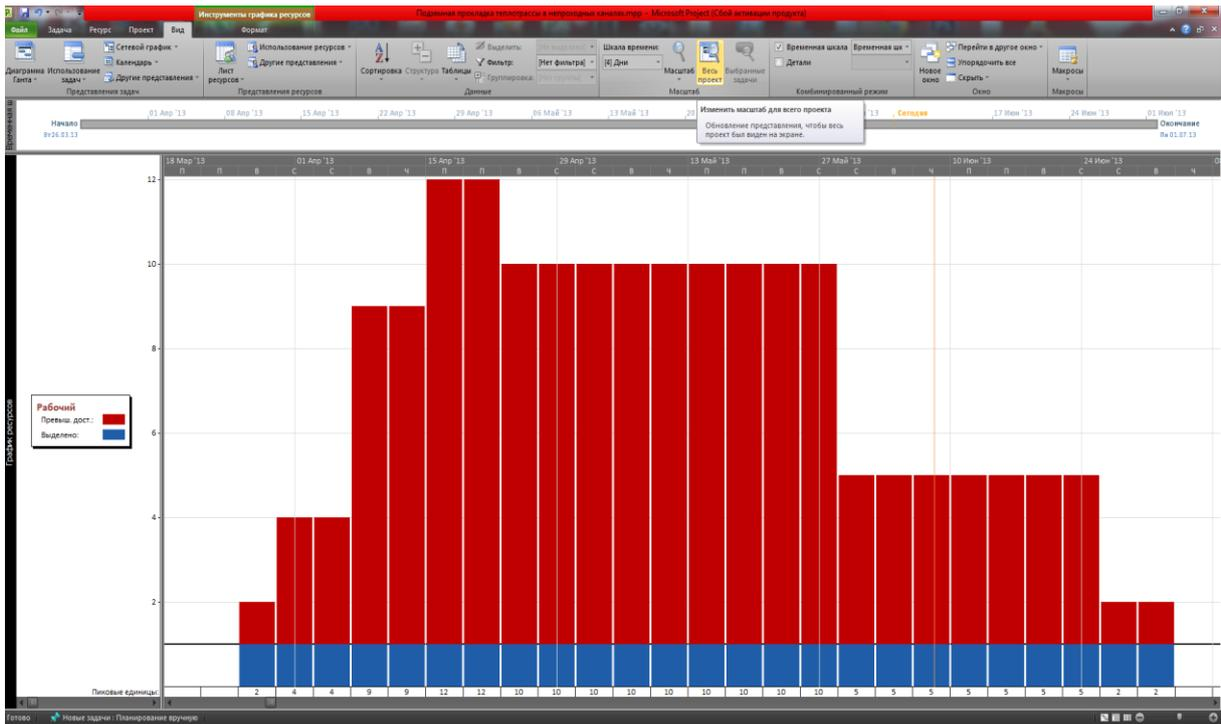
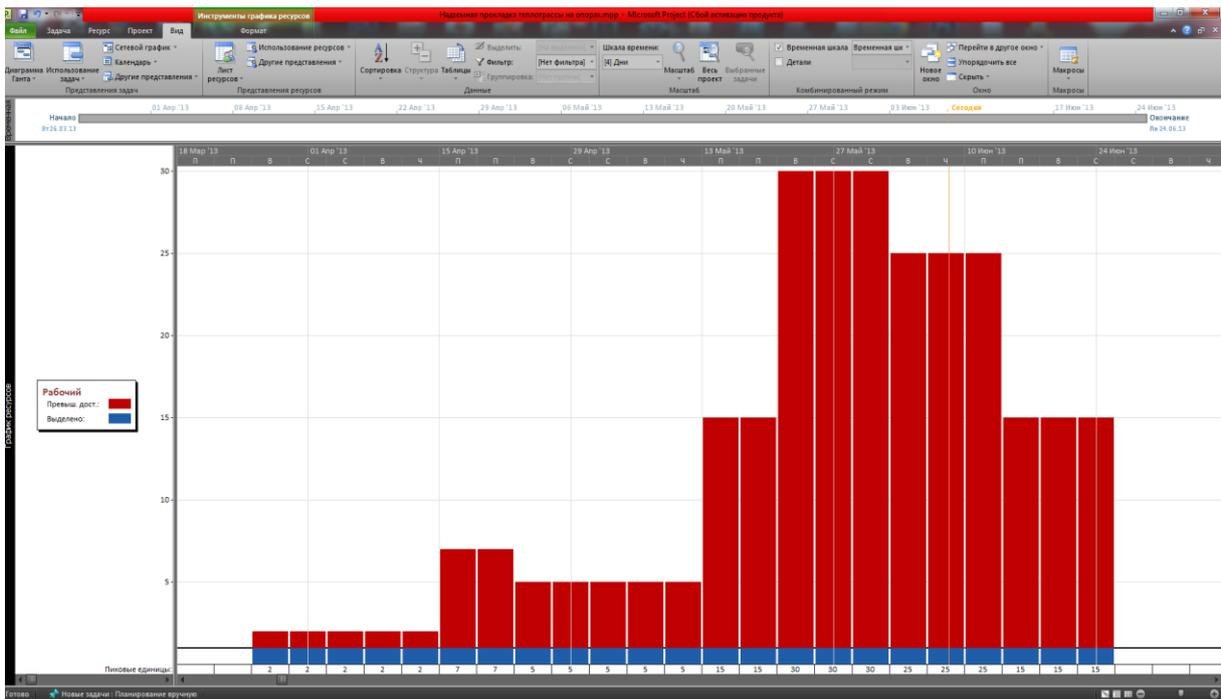

Рис. 30 «График ресурсов» проекта для ППТ в читаемом виде
Рис. 31 «График ресурсов» проекта для НПТ в читаемом виде
12) Для большей наглядности необходимо выполнить ряд некоторых действий. Центральную линию, разделяющую рабочую область на две части, перетаскиваем в левую сторону. Для этого наводим указатель мыши на эту линию, нажимаем левой кнопкой мыши и тащим ее влево. После этого с помощью ползунка масштабирования значков плюс/минус в нижнем правом углу (над часами), подбираем удобочитаемый масштаб. Получаем приблизительно следующую картинку для ППТ (рис. 30) и для НПТ (рис. 31). Также можно воспользоваться кнопкой «Весь проект», расположенной во вкладке «Вид», в разделе «Масштаб». Данная кнопка поможет вписать График ресурсов всего проекта на экране;